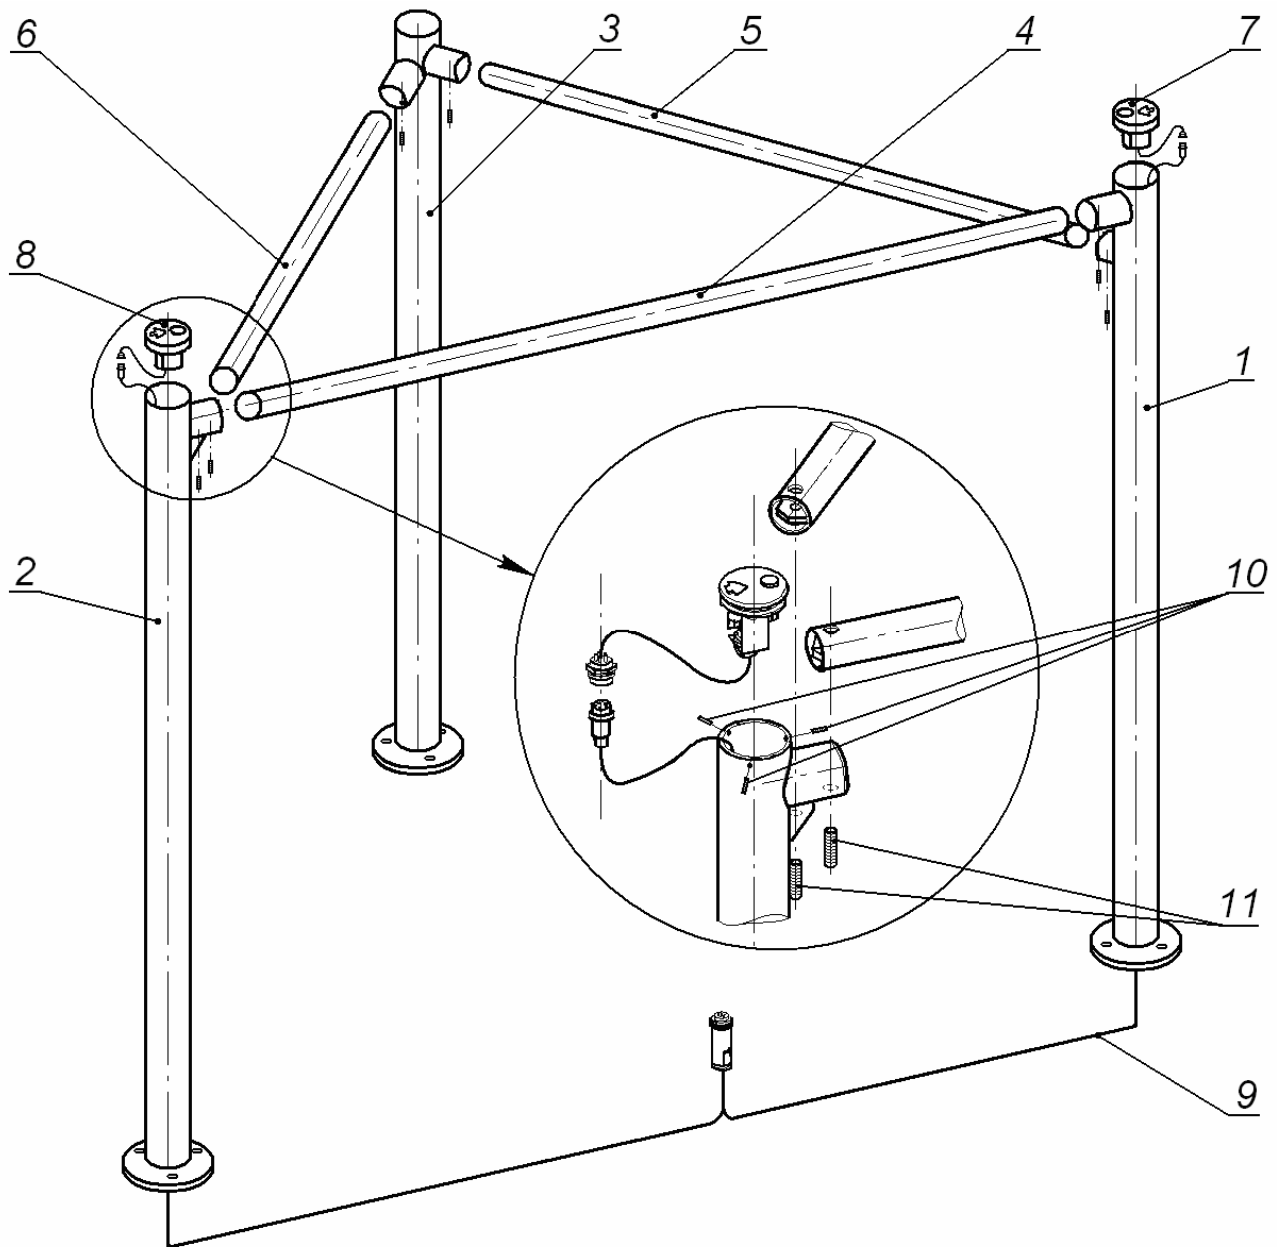

Рисунок 4 Монтаж формирователя прохода
6. Из ящика извлеките стойки формирователя. С помощью шестигранного ключа S1,5 открутите установочные винты (10) (см. рисунок 4) и снимите блоки индикации (7 и 8) со стоек индикаторных.
7. Протяните кабель индикации (9) через правую (1) и левую (2) индикаторные стойки. Разъем, помеченный маркером «1», протягивается через правую индикаторную стойку (1), а разъем, помеченный маркером «2», протягивается через левую индикаторную стойку (2).
8. Подключите блоки индикации к кабелю индикации с помощью разъемов и установите их в рабочее положение в порядке, обратном снятию. Зафиксируйте установочными винтами (10).
10. Установите поручни: центральный (4), правый (5) и левый (6). Поручни устанавливаются в патрубки, закрепленные на стойках на заводе-изготовителе. При установке поручней отклоняйте стойки от центрального положения на угол необходимый для монтажа. Закрепите окончательно стойки формирователя на полу, контролируя при этом вертикальность установки стоек (допускается использование прокладок).
11. Закрепите поручни в патрубках стоек при помощи установочных винтов M8×25 (11). Используя шестигранный ключ S4, заверните винты до упора через отверстия в патрубках снизу в специальные гайки, установленные в торцах поручней (см. рисунок 4).